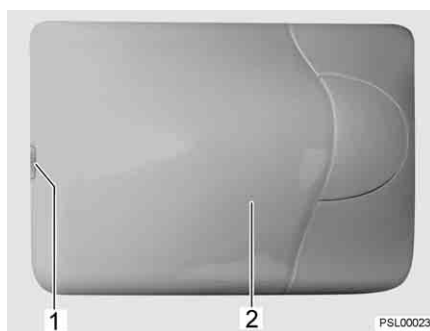

Fig. 59 Lampe de cellule
- Soulever prudemment le couvercle (Fig. 59,2) avec un outil approprié (p. ex. tournevis) au niveau de l'encoche (Fig. 59,1) et le retirer.